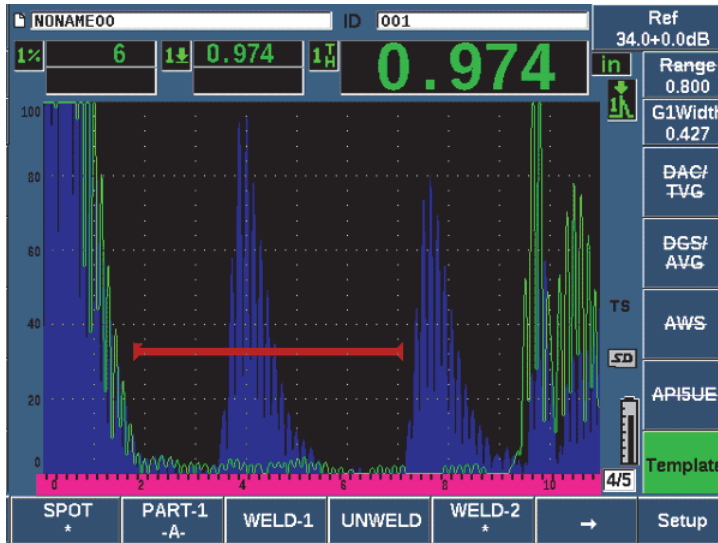

Figura 11-50 Plantilla almacenada en la pantalla en vivo
- ◆ Pulse una de las teclas de parámetros (de P1 a P5) que aparecen con el asterisco (\*) debajo del nombre de la plantilla de su interés (vea la Figura 11-50 en la página 338).